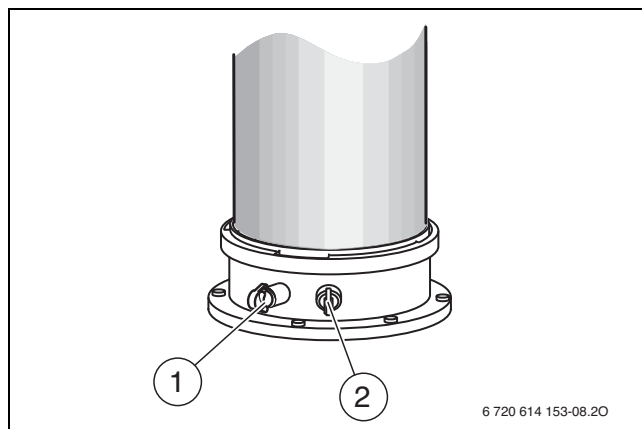

Fig. 48 Tubulure de mesure des fumées et de l'air de combustion
- Retirer le bouchon sur la tubulure de mesure de l'air de combustion (→ fig. 48,[2]).